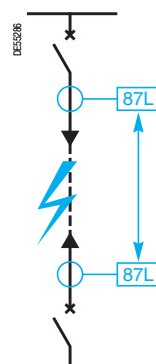

Рис. 2. Защита линии соединения с помощью дифференциальных реле
■ Для сокращения времени устранения повреждения используется дифференциальная защита (ANSI 87L) по процентной характеристике, которая срабатывает, когда значение дифференциального тока превышает на определенный процент значение сквозного тока; на каждом вводе линии соединения установлено реле; информационный обмен между реле осуществляется по проводу цепи управления (рис. 2).